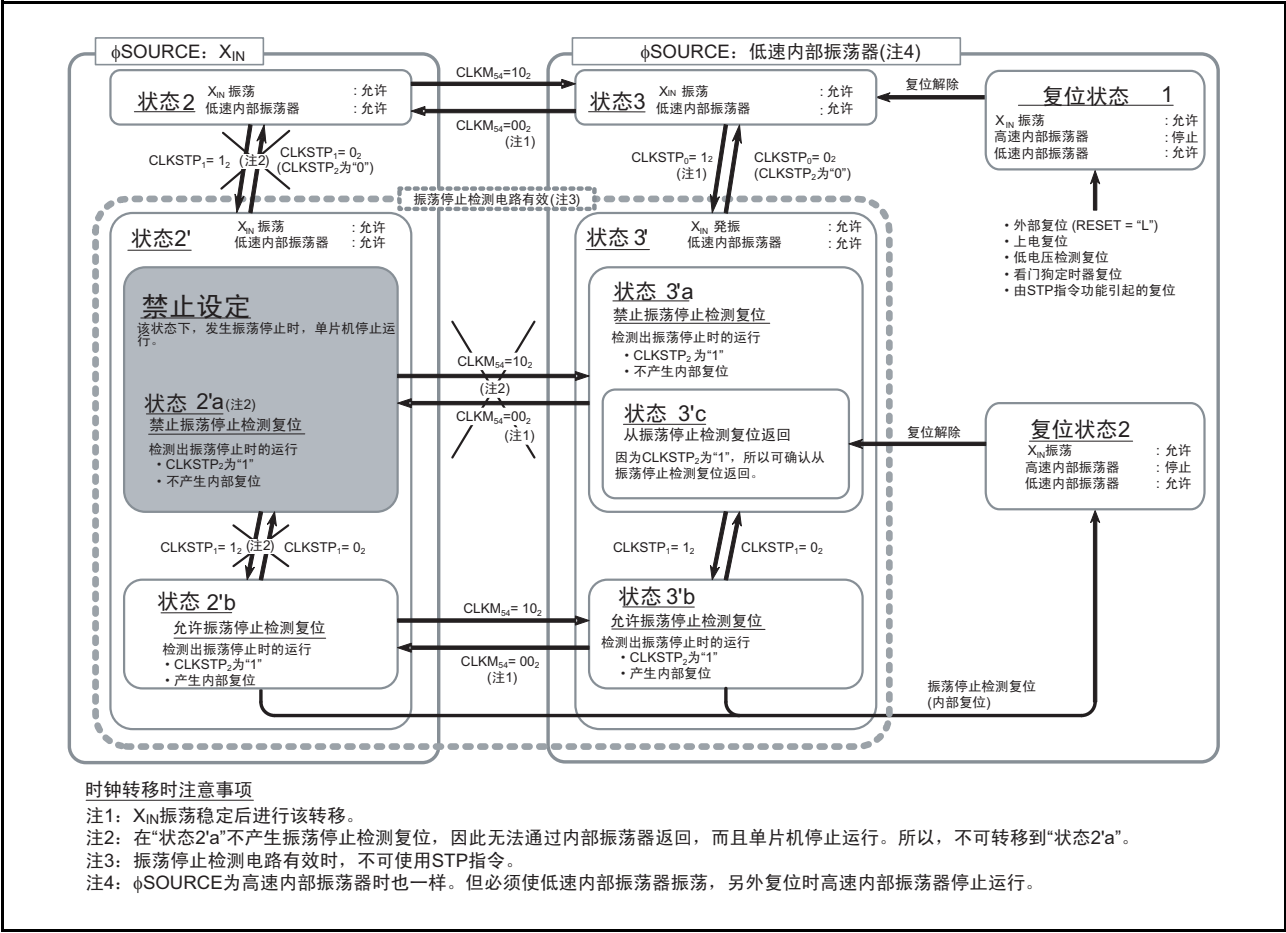

图 69 振荡停止检测电路的状态转移图
1. 由于在“图 69 振荡停止检测电路的状态转移图”所记载的“状态 2' a”，即使在  $X_{IN}$  的振荡停止时，也不产生复位，由于单片机停止运行，因此不可转移道“状态 2' a”。